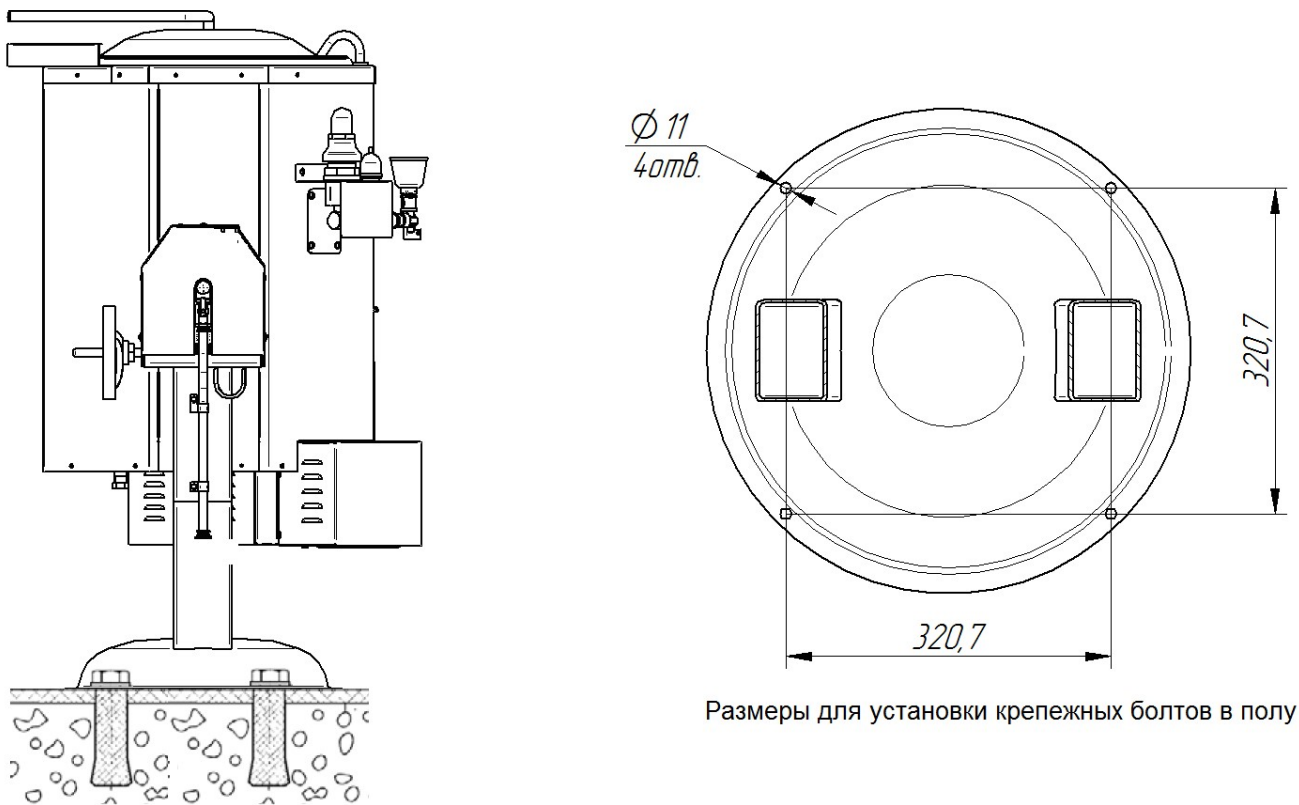

Рис. 6. Крепление котла к полу
- просверлить отверстие под крепеж для фиксации котла (см. рис. 6). При установке котла на бетонный пол рекомендуется использовать анкерные болты М10х100. Установить крепеж в пол;